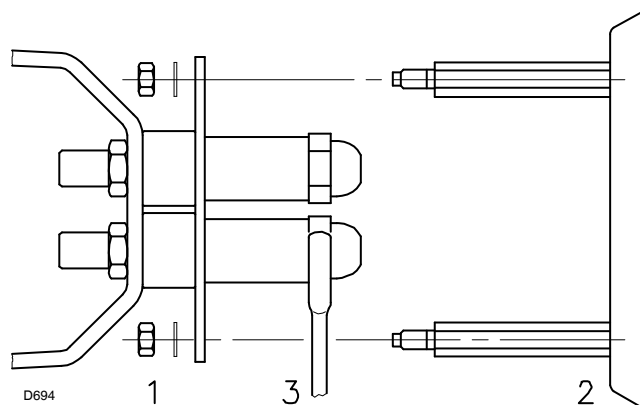

Fig. 16
- Togliere i dadi 1) (Fig. 16 a pagina 19) ed il disco 2).
- Sostituire l'ugello con la chiave 3) (Fig. 16 a pagina 19).
- Togliere i dadi 1) (Fig. 16) ed il disco 2).
- Sostituire l'ugello con la chiave 3) (Fig. 16).